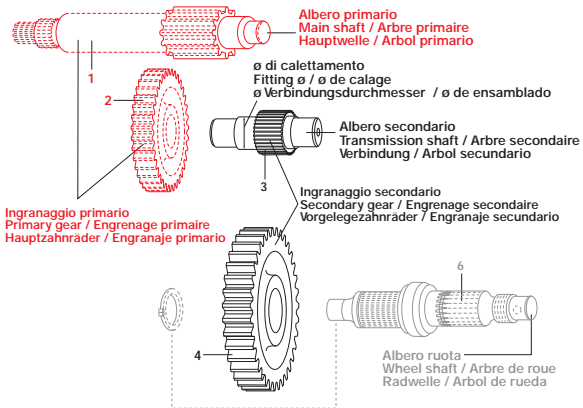

fig. 4
- 10) In alcuni casi la ruota dentata finale 4 fig. 4 viene montata sull'asse ruota 6 fig. 4 piantandola con interferenza. In questo caso bisogna smontare la ruota posteriore dello scooter, sfilare l'asse ruota, spiantare la ruota dentata originale e piantare la nuova
- 10) In some cases, the final gear-wheel 4 fig. 4 is installed on the axis of gear-wheel 6 fig. 4, secured with resistance. In this case, remove the scooter rear wheel, withdraw the wheel axle, remove the original gear-wheel and secure the new Malossi gear-wheel.
- 10) Dans certains cas, la roue dentée finale 4, fig. 4, est montée sur l'axe de la roue 6, fig. 4, plantée avec interférence. Dans ce cas, il faut démonter la roue arrière du scooter, retirer l'axe de la roue, extirper la roue dentée d'origine et planter la nouvelle
- 10) In einigen Fällen wird das Endzahnrad 4 Abb.4 mit Übermaß auf die Radachse 6 Abb.4 montiert. Dazu das Hinterrad des Scooters abmontieren, die Radachse herausziehen, das Original-Zahnrad herausnehmen und das neue Zahnrad Malossi einsetzen.
- 10) En algunos casos la rueda dentada final 4 fig. 4 viene montada sobre el eje rueda 6 fig. 4 plantándola con interferencia. En este caso es necesario desmontar la rueda posterior del scooter, sacar el eje rueda, sacar la rueda dentada original y plantar la nueva rueda dentada Malossi.